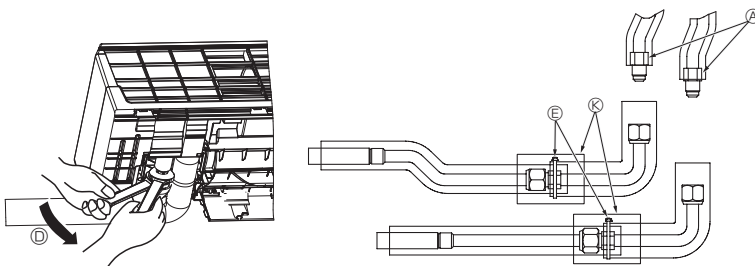

Fig. 3-10
- (5) Orienter le connecteur en forme de L vers le sens de sortie de la tuyauterie et le serrer à l'aide de deux clés. (Fig. 3-10)